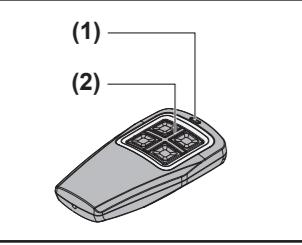
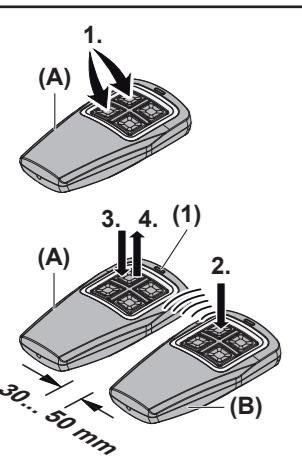

Fig. 1
Fig. 3
5.2 Utilisation de l'émetteur (fig. 1)
- ▶ Appuyez sur la touche (2) de l'émetteur. La fonction liée à cette touche (par exemple ouverture/fermeture de la porte) s'exécute.
5.3 Copie d'une fonction de touche (fig. 3)
(Vue d'ensemble de l'émetteur, voir fig. 1)